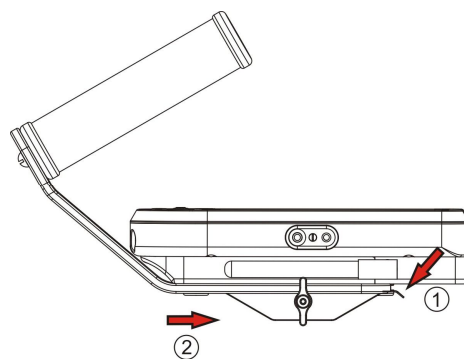

Рисунок 8.3
- 1) нажать на подвижную часть фиксирующего элемента на кронштейне (рисунок 8.3, позиция 1).
- 2) снять прибор с кронштейна (рисунок 8.3, позиция 2), по направлению, указанному стрелкой.